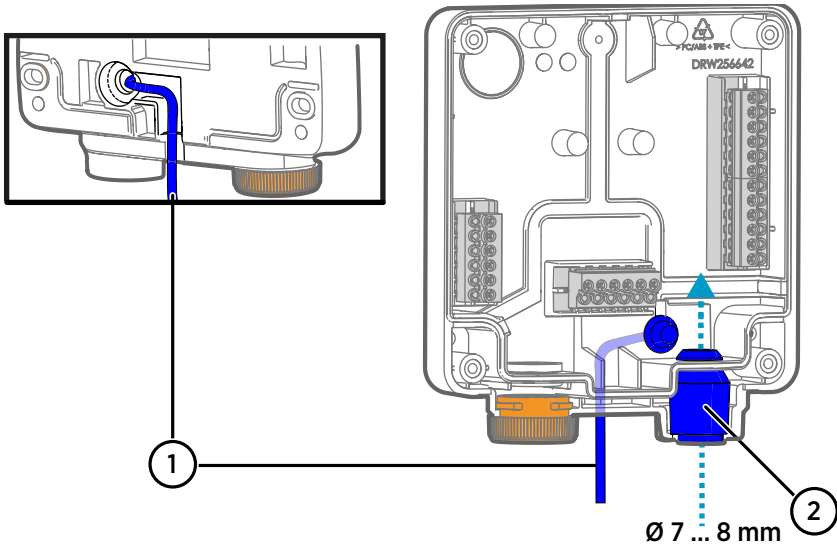

Figura 11 Opciones de cableado de Indigo200
- c. Coloque el cable dentro de la ranura en la parte posterior del transmisor tal como se muestra en Figura 11 \(página 26\) y conecte la descarga de presión según sea necesario.